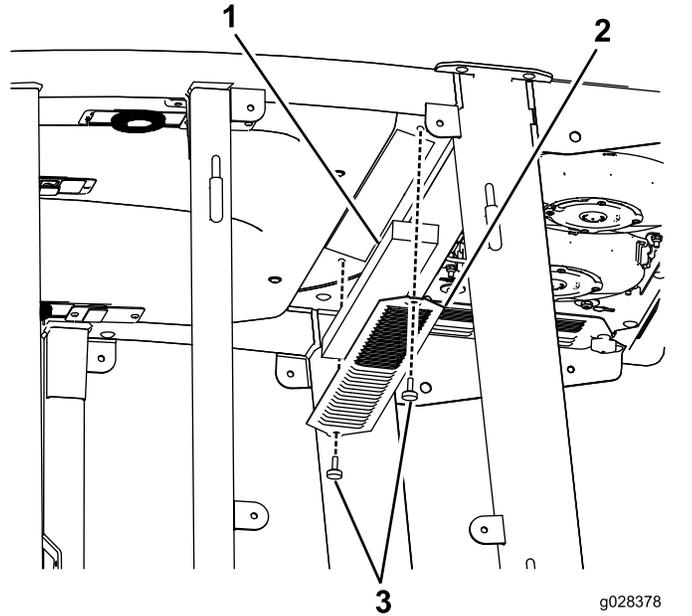
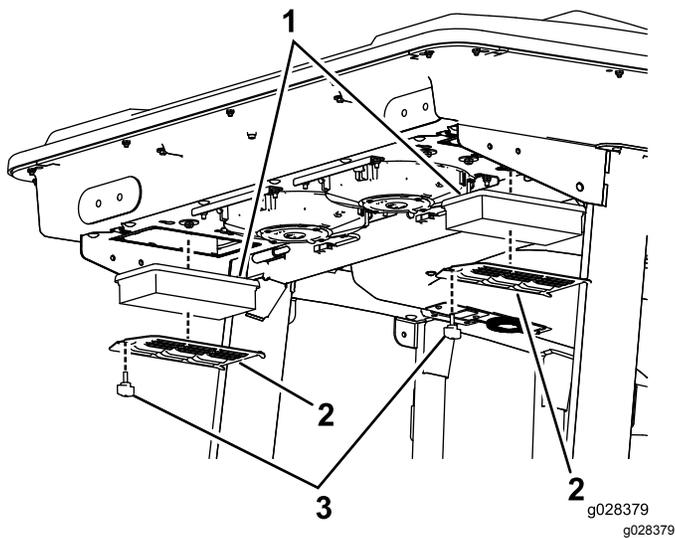
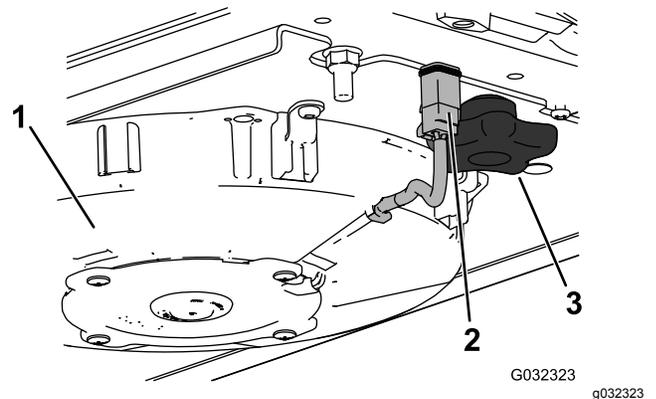
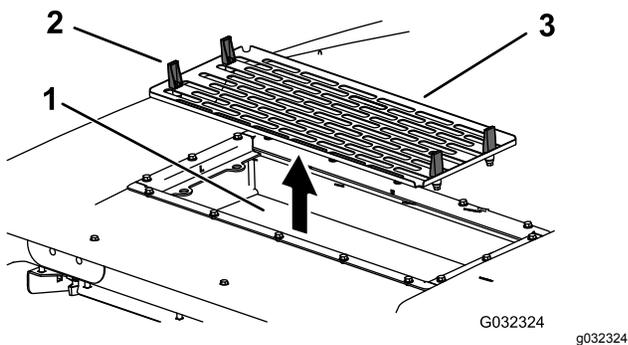

Figura 91
Figura 92
Figura 94
Figura 95
1. Retire los tornillos y las rejillas que cubren el filtro interior y el trasero de la cabina (Figura 91 y Figura 92).
- 5. Retire los filtros de aire (consulte Figura 92).
- 7. Instale los filtros de aire, la rejilla y el conjunto del ventilador (Figura 92, Figura 94 y Figura 95).
- 8. Conecte el cable de cada ventilador (Figura 94).